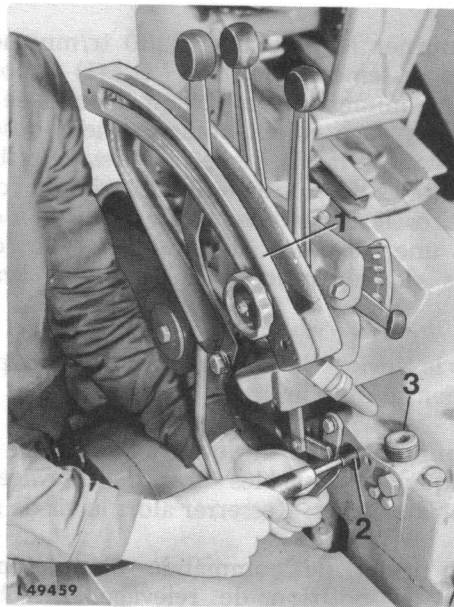

Fig. 8 — Réglage de la tringlerie de commande de soupape ou de la course neutre du levier de commande
Retirer le bouchon 3 (fig. 8 et 9) du carter de relevage.
Faire tourner le moteur à 2200 tr/mn et mettre le levier de système en position "D" (I). Ensuite, pousser le levier de commande vers l'avant, jusqu'à ce que les bras de relevage commencent à descendre. Repérer cette position sur le bord supérieur du secteur (fig. 8). Ramener le levier de commande en arrière jusqu'à ce que les bras de relevage commencent à monter. Repérer également cette position du levier de commande sur le bord du secteur. La distance entre les deux repères représente la course neutre du levier de commande. Voir la course neutre correcte aux caractéristiques de réparation.
IMPORTANT! Pour faciliter le réglage, introduire le tube de guidage n° 19.58-90.615 (voir 2, fig. 8) dans le perçage du carter de relevage et le placer sur la vis de réglage.